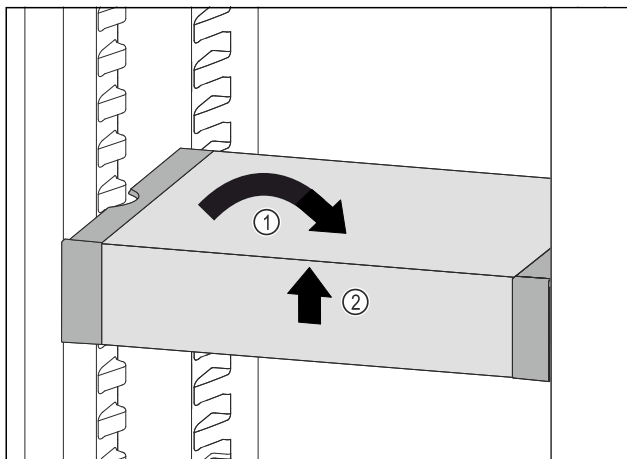

Fig. 86
- Coloque el VarioSafe en posición recta. Fig. 86 (1)
- Levante el VarioSafe por delante. Fig. 86 (2)